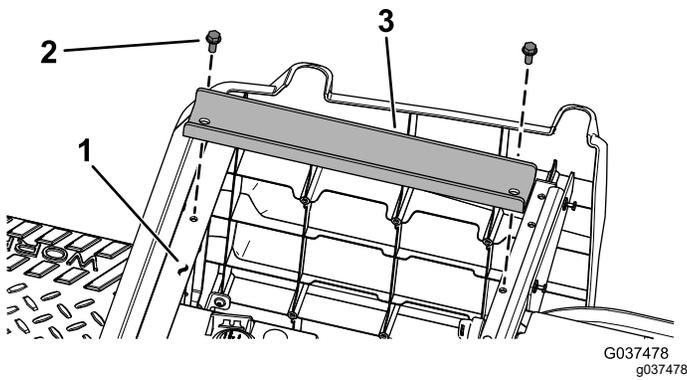

**图 6**
2. 从每个扶手上拧下 2 个螺丝  $5/16 \times 3/4$  英寸和 2 个凸缘螺母  $5/16$  英寸然后卸下后扶手 图 6。